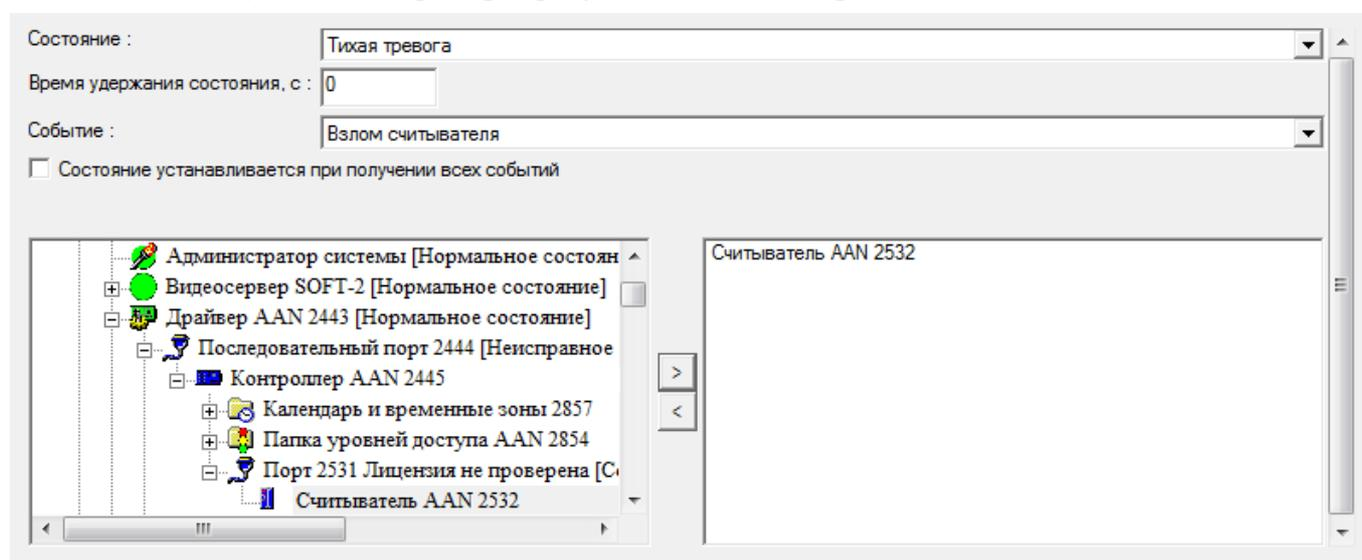

Рисунок 14 — Добавление состояния ВУ
2. В окне частных свойств добавленного элемента **Состояние устройства** (рисунок 14):